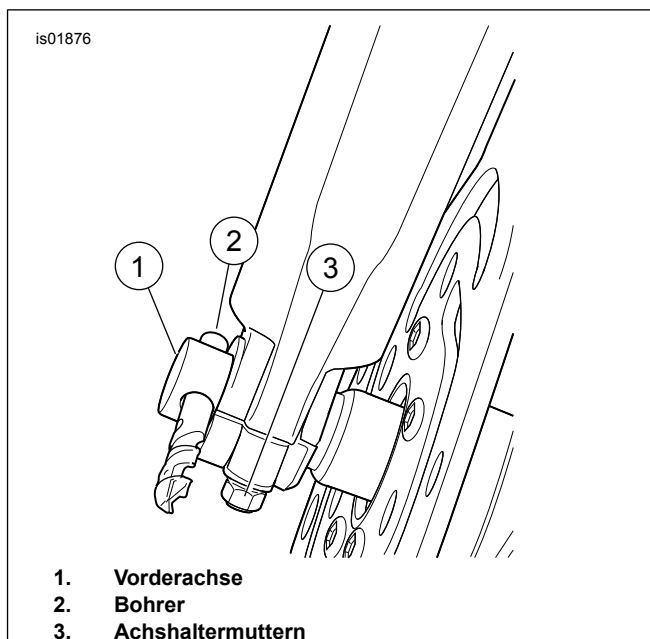

Abbildung 3. Vorderradbefestigung (rechte Seite)
5. Die Achse durch den ABS-Sensor (H) und das linke Gabelbein schieben, bis der Achsansatz den Sensor an der rechten Gabelseite berührt.
6. Flache Unterlegscheibe (G) und Achsmutter (F) anbringen.
8. Siehe Abbildung 3. Einen 7/16-in-Bohrer (2) in die Achsöffnung (1) einführen.
9. Das Gabelbein so ziehen, dass es den Bohrer gerade berührt, dann die Achshaltermuttern (3) auf ein Drehmoment von 14,9–20,3 N·m (132–180 in-lbs) anziehen.